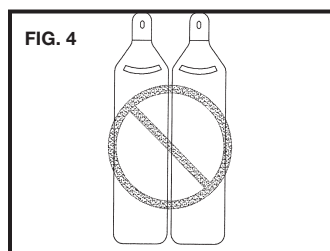

FIG. 4
6. **Nunca use oxigênio ou outro gases engarrafados.** Poderá ocorrer explosão. Nunca use gases combustíveis ou qualquer outro gás reativo como fonte de alimentação para esta ferramenta, pois pode resultar em explosão e ferimentos graves. Fig. 4.